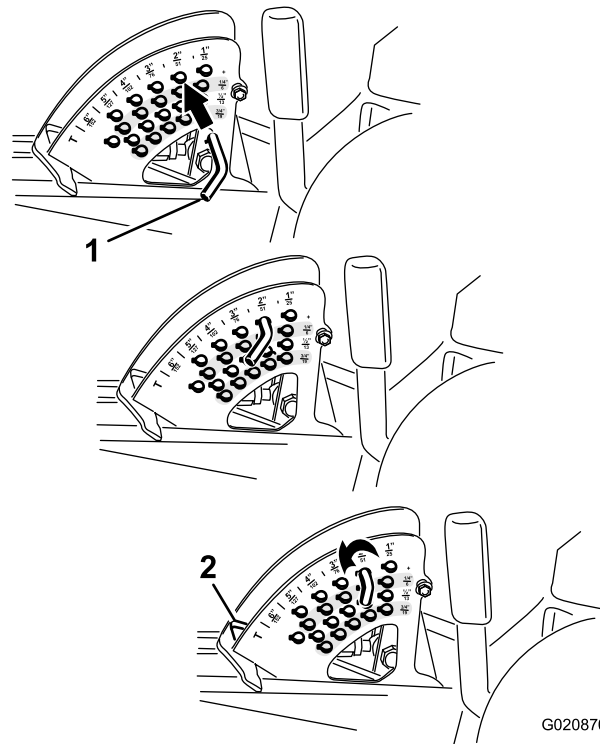

Bild 20
Hinweis: Wenn Sie das Mähwerk in der angehobenen Stellung arretieren möchten, heben Sie das Mähwerk über die 15 cm Stellung an, nehmen Sie den Schnitthöhenanschlagstift ab (siehe Einstellen der Schnitthöhe (Seite 28)) und setzen Sie den Stift in die 15-cm-Schnitthöhenstellung ((Bild 20).
2. Drehen Sie zum Einstellen den Anschlagstift so lange, bis die Linien am Spannstift mit den Schlitzen in den Löchern in der Schnitthöhenhalterung ausgerichtet sind. Nehmen Sie ihn dann ab (Bild 20).
3. Wählen Sie ein Loch in der Schnitthöhenhalterung, das der gewünschten Schnitthöhe entspricht, stecken Sie den Stift ein und drehen Sie ihn ein, um ihn zu arretieren (Bild 20).
Hinweis: Es gibt vier Reihen der Lochpositionen (Bild 20). Die oberste Reihe ergibt die Schnitthöhe, die über dem Stift steht. Die zweite Reihe ergibt die Schnitthöhe plus 6 mm. Die dritte Reihe ergibt die Schnitthöhe plus 12 mm. Die unterste Reihe ergibt die Schnitthöhe plus 18 mm. Für die Stellung von 15,8 cm gibt es nur ein Loch, das in der zweiten Reihe ist. Mit diesem Loch werden nicht 6 mm den 15,8 cm hinzugefügt.